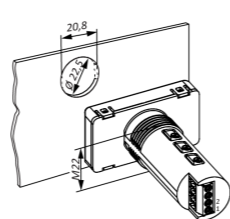

Рисунок 1 – Монтаж пристрою щитового кріплення
1. Підготувати в щиті круглий отвір діаметром 22,5 мм (див. *рисунок 1*).